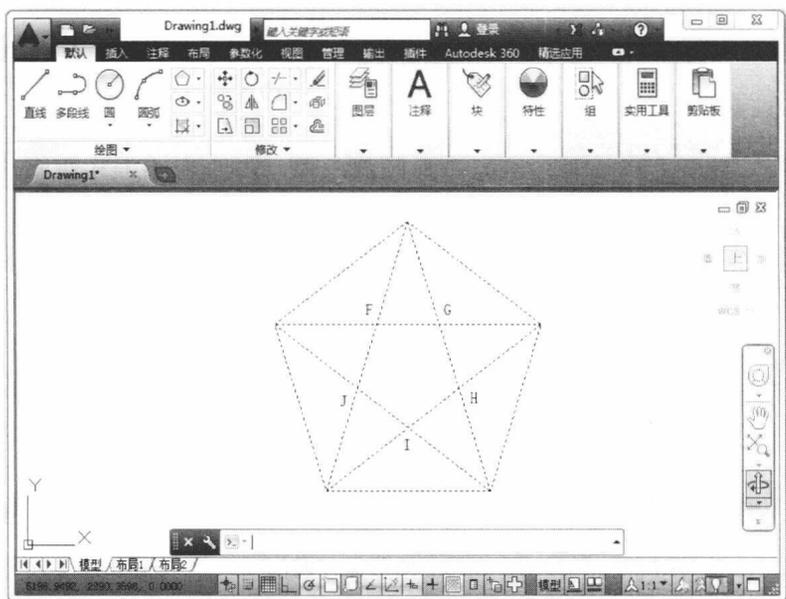
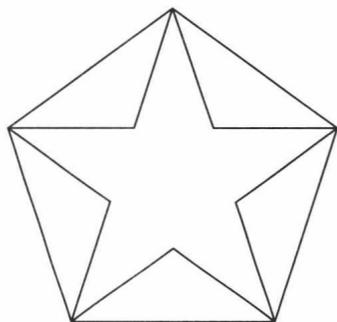

图 1.9 修剪操作 2
图 1.10 修剪后的效果
- ① 单击“修改”面板上的“修剪”按钮；
- ② 按住鼠标左键自左上方向右下方拖，直至选中图形；
- ③ 按“回车”键，结束选择，如图 1.9 所示；
- ④ 单击鼠标选择要修剪的 FJ、FG、GH、HI、IJ 之间线段；
- ⑤ 最后按“空格”键，完成修剪后得到图 1.10 所示效果。